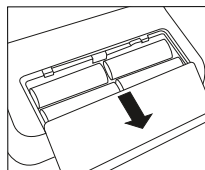

Abb. 1
- Öffnen Sie die Batterieabdeckung auf der Geräteunterseite (siehe Abb. 1). Setzen Sie die Batterien (siehe Kapitel 13 Technische Daten) ein. Achten Sie dabei auf die richtige Polarität („+“ und „-“) beim Einlegen. Schließen Sie den Batteriedeckel wieder.  $\text{12 h}$  bzw.  $\text{24 h}$  blinkt im Display. Stellen Sie nun, wie untenstehend beschrieben, Datum und Uhrzeit ein.